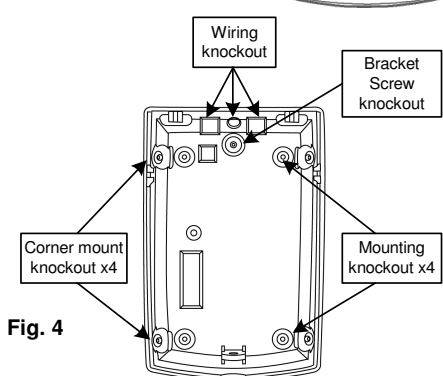

Fig. 4
3. Aprire i fori premarcati per il montaggio e per il passaggio del cavo. (fig. 4)
4. Le rientranze circolari e rettangolari alla base inferiore sono i fori punzonabili per l'entrata del cavo. Si possono anche usare i fori di montaggio che non sono in uso per il passaggio del cavo all'interno del sensore. (fig. 4)